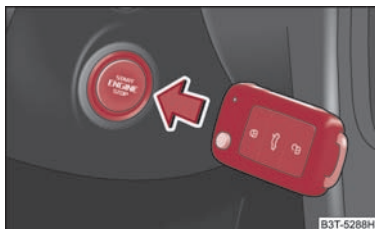

Abb. 132 Motornotstart
- Drücken Sie den Starterknopf ⇒ Abb. 132 und halten Sie danach den Schlüssel an den Starterknopf oder
Beim Motornotstart muss die richtige Schlüsselorientierung eingehalten werden ⇒ Abb. 132.